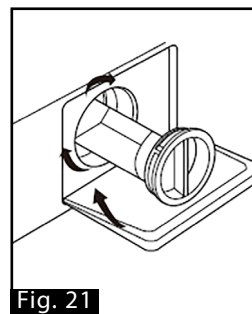

Fig. 21
7. Vuelva a insertar el filtro de la bomba de desagüe y gírelo en sentido horario para fijarlo en su lugar (Fig. 21).